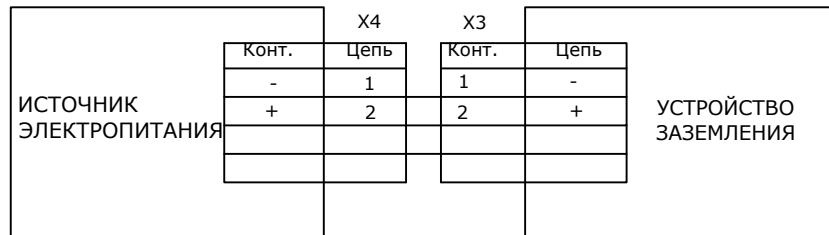

Рис. 1
3.1 В состав УЗА (см. Рис.1) входит:
8.1 Устройство заземления устанавливается рядом с устройством налива (слива), желательно с левой стороны по ходу движения автоцистерны, на высоте 1,5 – 1,7м от земли. Проводник заземления, со стороны устройства заземления, должен быть жестко закреплен к элементам крепления устройства заземления, свернут в кольцо диаметром не менее 1м. и надет на крюк (см. рис.1).